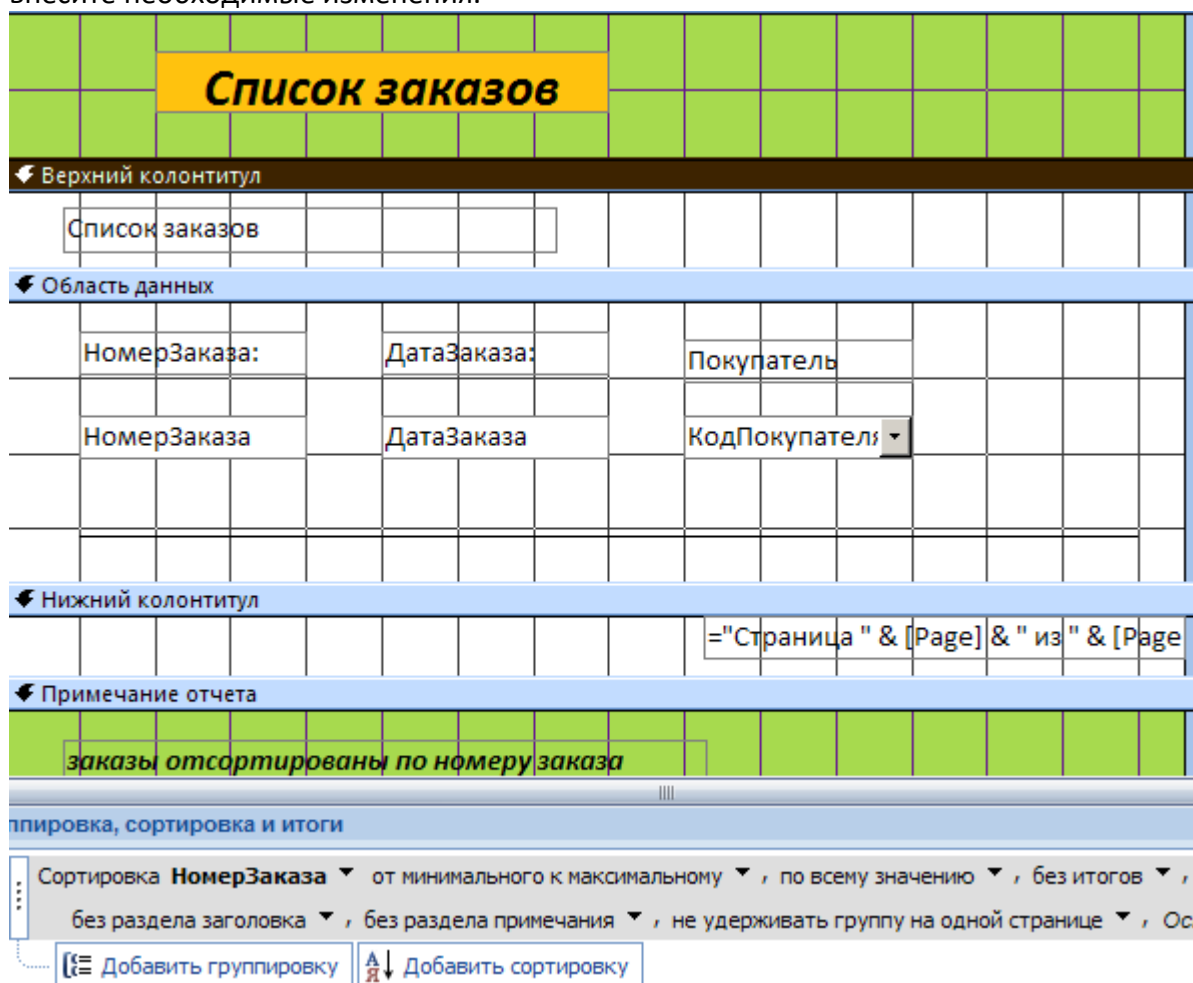

Рис.1. Макет отчета для данных одной таблицы в режиме КОНСТРУКТОРА отчетов
2. Добавьте панель со списком доступных объектов, в ней раскройте список полей таблицы ЗАКАЗ и разместите нужные поля в область данных бланка отчета (рис.1).
4. В разделах ЗАГОЛОВОК и ПРИМЕЧАНИЕ разместите с помощью элемента управления НАДПИСЬ текст заголовка и примечаний для всего отчета (рис.1).
10. В область верхнего колонтитула добавьте надпись с название отчета (рис.1).
11. В области нижнего колонтитула поместите поле с нумерацией страниц (рис.1).